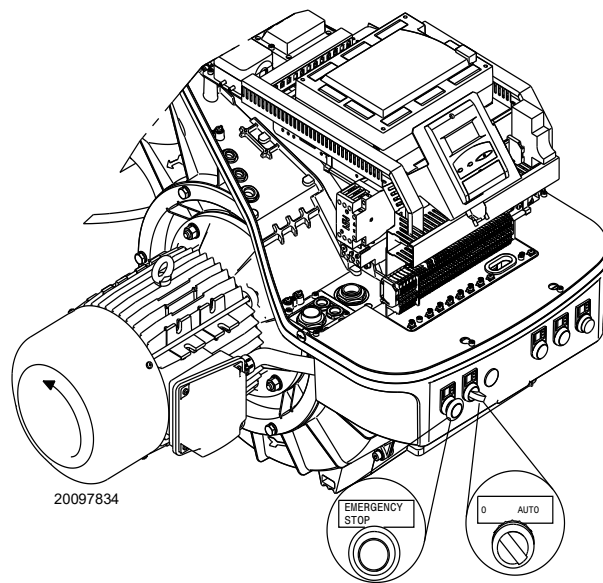

Fig. 25
Posizionare l'interruttore Fig. 25 in posizione "AUTO".
Se segnalano tensione, fermare **immediatamente** il bruciatore e controllare i collegamenti elettrici. Quando il bruciatore si avvia, verificare la direzione della rotazione del motore, come indicato in (Fig. 25).
- mettere l'interruttore di Fig. 25 in posizione "0" ed attendere che il controllo fiamma esegua la fase di spegnimento;